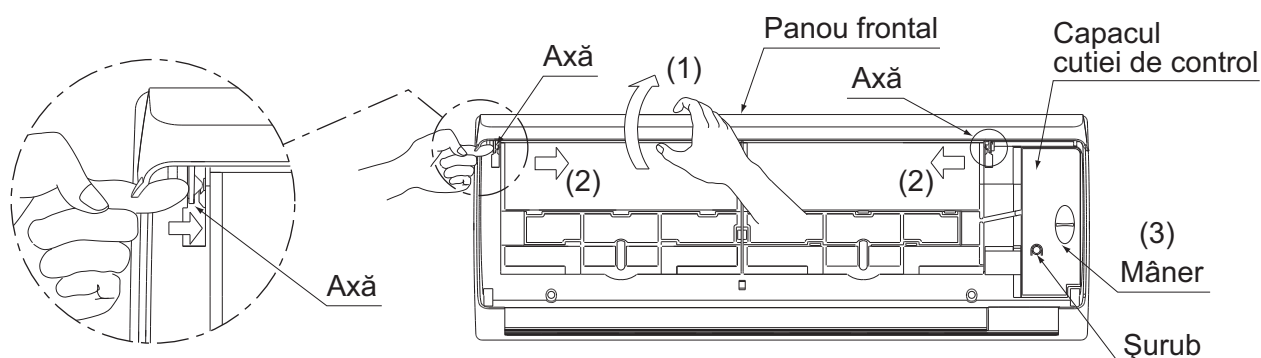

Fig. 6
(1) Scoateți panoul frontal și capacul cutiei de control. (Consultați Fig. 6)